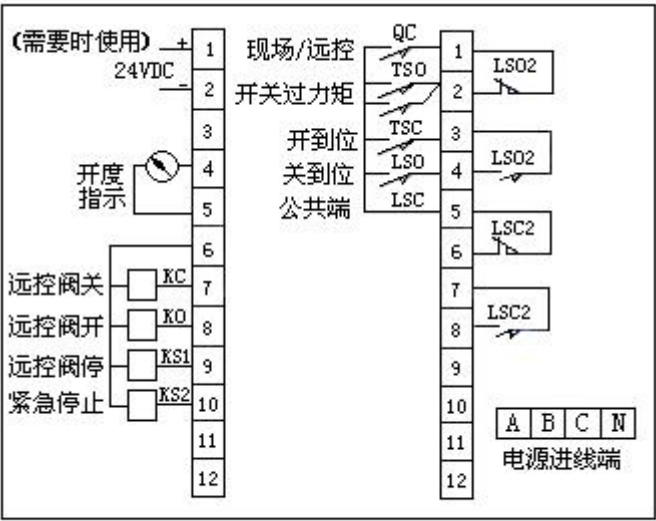
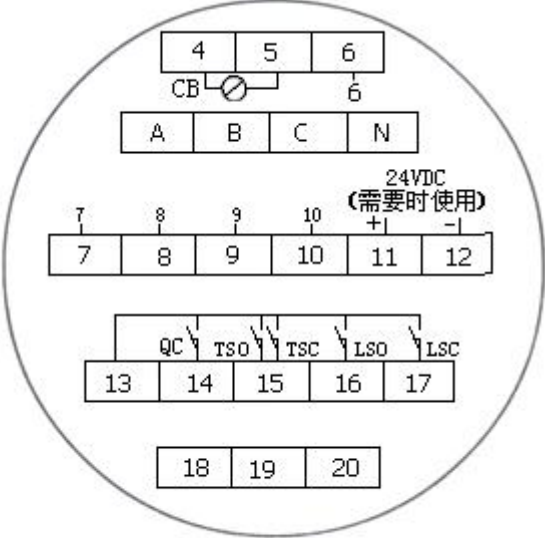

图20 整体型端子接线图
图21 隔爆整体型端子接线图
- 5、整体型电动装置端子见图20、图21；
5.9.4 整体普通型、隔爆整体型、整体调节型、隔爆整体调节型端子接线图分别见图20、21、22、和23。